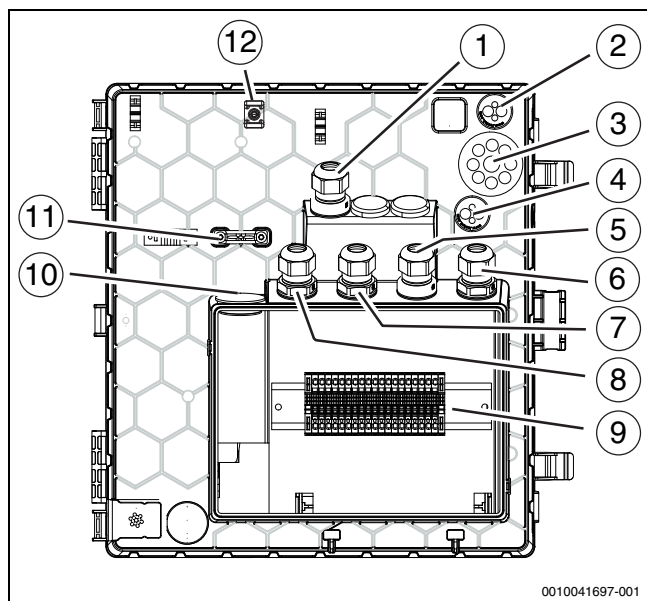

Fig. 33 Passe-câbles sur le boîtier électrique
3. Faire passer les câbles dans le boîtier électrique (→ Figure 33).
Pour les passe-câbles (→ Figure 33 [2], [3], [4], [10]), une petite piqûre dans la membrane suffit, puis les lignes peuvent être enfoncées.
- ▶ Après l'insertion des câbles, serrer les presse-étoupes de câbles (→ Figure 33 [1], [5], [6], [7], [8]).
- ▶ Utiliser les points de fixation définis [12] pour fixer les câbles qui ont été insérés dans les entrées (→ Figure 33 [2], [3], [4]).